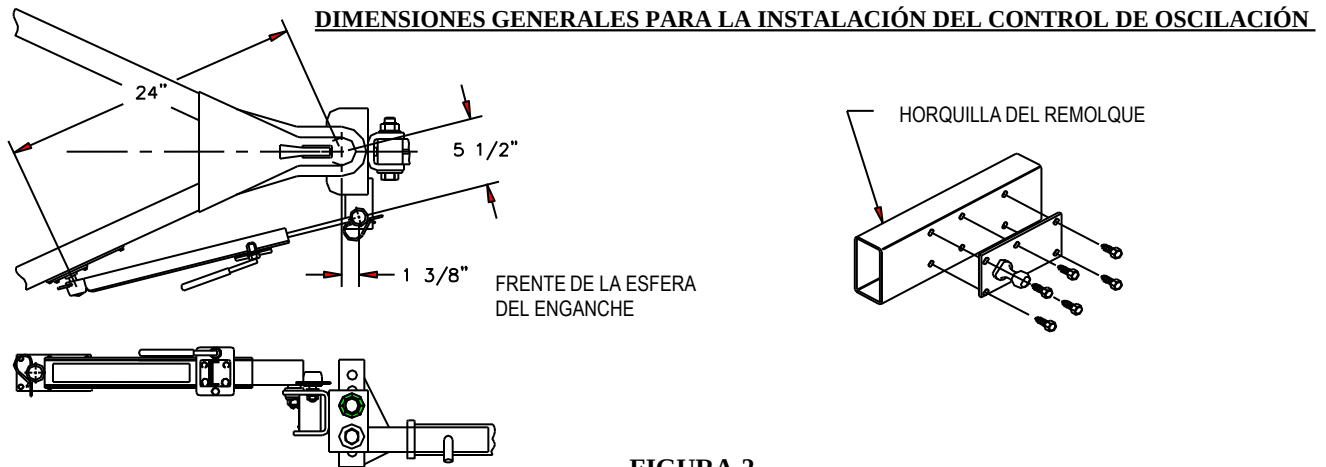

FIGURA 2.
- Instale la esfera de control del oscilación (1a) con la tuerca (1b) y la arandela de seguridad (1c) en el enganche como se muestra en la Figura 2 y apriete a torsión a 100 lb.-pies. Si es necesario, haga una muesca y suelde la barra de montaje de la esfera (4) (se vende por separado) en la posición que se indica.
- Mida y marque un punto sobre la horquilla del remolque 24" desde el centro de la esfera del enganche como se muestra en la Figura 2.
- Alinee el centro de la esfera del ensamble de la bola/placa (3) con la marca en la horquilla del remolque y perfore cuatro ubicaciones de orificios. Perfore cuatro orificios con una broca de 11/32 (.343) para 1/8 "(.125) de material de la horquilla del remolque o más grueso, o una broca de 9/32" (.281) para un material más delgado.
- Coloque el ensamble de esfera/placa (3) sobre los orificios perforados e inserte cuatro de los tornillos autorroscantes (2a) a través de la placa y en la horquilla del remolque. Perfore los dos orificios restantes e instale los tornillos.